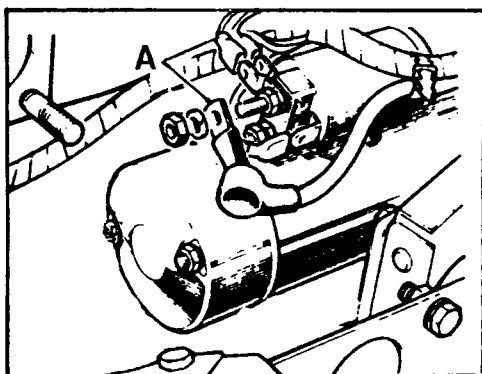

Fig. A1-20 Desmontaje de los cables de alimentación del motor de arranque
- 1.3. Desconectar los cables, A (Fig. A1-20) de alimentación del motor de arranque.